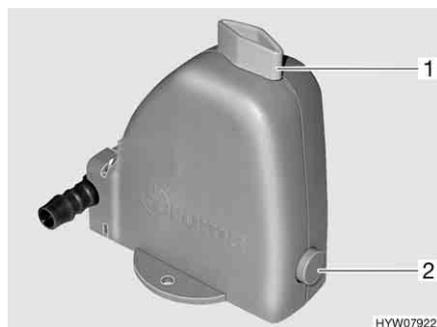

Fig. 203 Válvula de segurança e de descarga do termoacumulador
O termoacumulador está equipado com uma válvula de segurança e de descarga (Fig. 203). A válvula de segurança e de descarga impede que a água gele no termoacumulador, quando o aquecimento não está ligado em caso de gelo.
- Feche a válvula de segurança e de descarga. Para isso, rode o botão giratório (Fig. 203,1) transversalmente em relação à válvula de segurança e de descarga e empurre o botão de pressão (Fig. 203,2) para dentro.
- Abra a válvula de segurança e de descarga. Para isso, rode o botão giratório (Fig. 203,1) longitudinalmente em relação à válvula de segurança e de descarga. O botão de pressão (Fig. 203,2) salta para fora. O termoacumulador é despejado para fora através da válvula de segurança e de descarga.